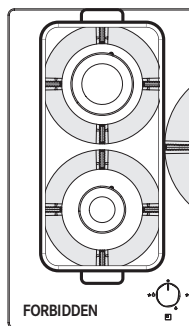

Rys. 1
Użycie naczyń o wymiarach większych niż podane może doprowadzić do przegrzania pokręteł i rusztu oraz, w przypadku długiego użytkowania, przebarwień pokrywy (w przypadku stali nierdzewnej). Firma Franke nie ponosi odpowiedzialności za powstałe w ten sposób uszkodzenia (Rys. 1).
- ▷ Nie umieszczać jednej patelni na dwóch palnikach (Rys. 1).
- ▷ Nie używać dwóch palników jednocześnie z jednym naczyniem, takim jak rondel lub też patelnia do ryb (Rys. 1).